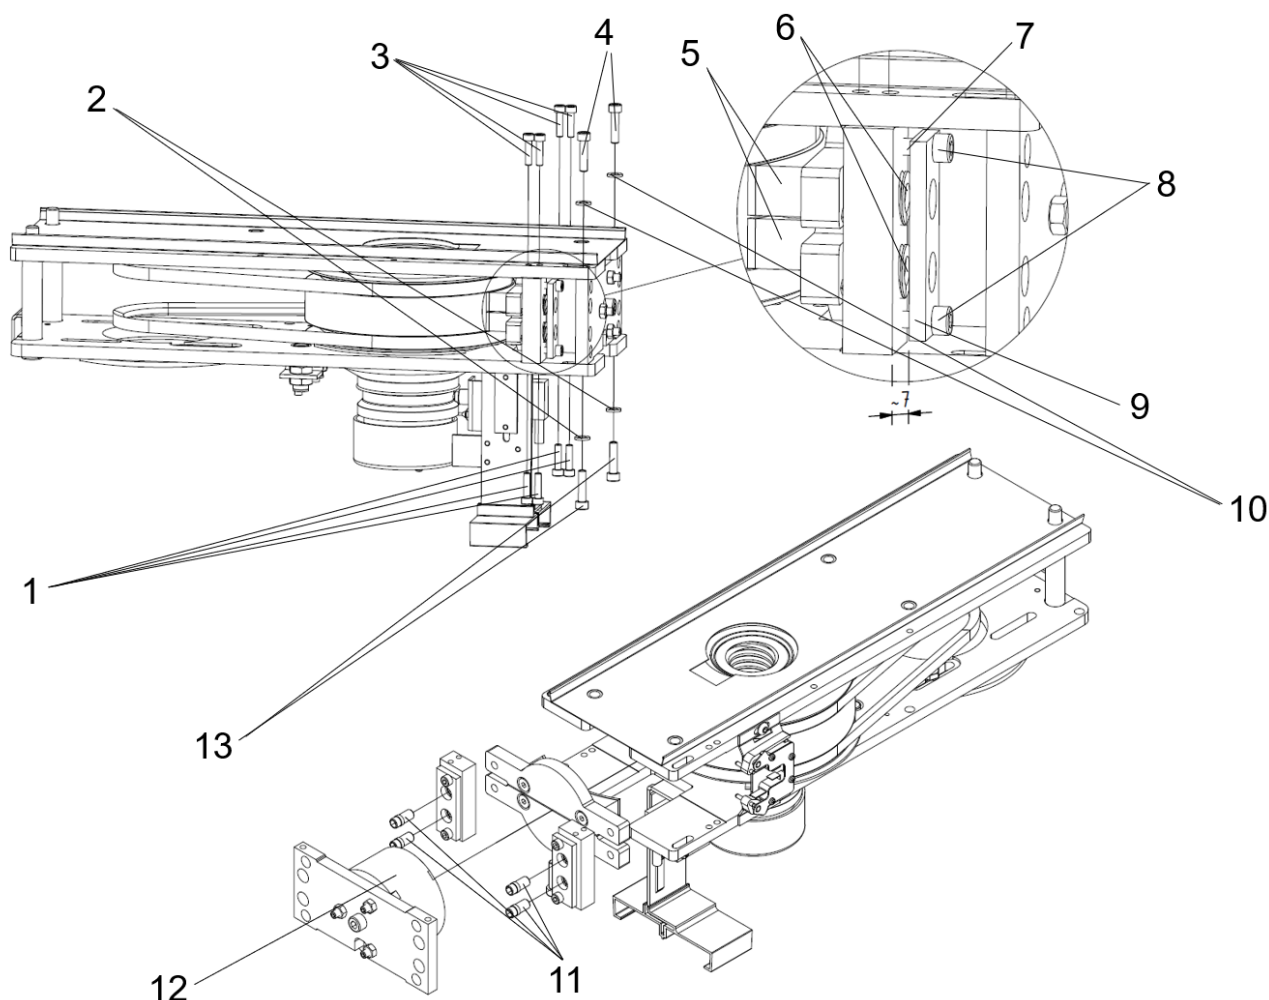

Fig. 31 Byte av bromsbelägg
3. Släpp på bromsfjädrarnas (6) spänning genom att lossa på justerskruvarna (8) för bromsfjädrarna så att det på fabriken inställda gapet på 2 mm mellan bromsfjäderstyrningen (7) och bromsfjäderlåset (9) ökar till 7 mm, se Fig. 31.
4. Lossa de övre och nedre skruvarna (4) (13) och brickorna (2) (10) som håller elektromagneten (12).
5. Lossa skruvarna (1) (3) som håller bromsbeläggen.
7. Lossa och avlägsna styripinnarna (11) som håller bromsbeläggen. Ersätt bromsbeläggen med nya med samma mått. Byt alltid båda bromsbeläggen även om enbart det ena är slitet.